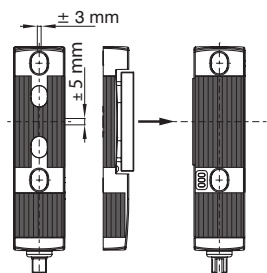

Abb. 1: Seitlicher Versatz und Wirkrichtung der Zuhaltekraft
- Die Sicherheitszuhaltung muss in Wirkrichtung der Zuhaltekraft betrieben werden (siehe Abb. 1)